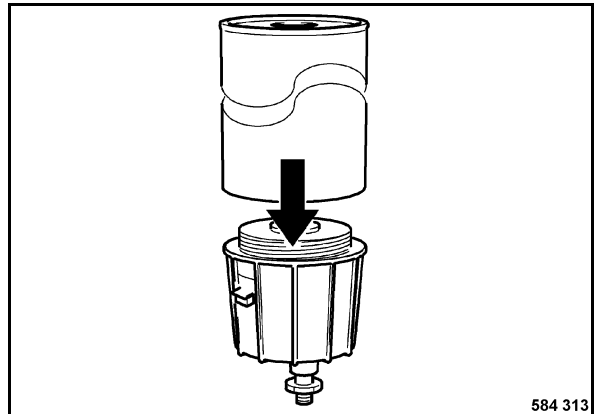

Fig. 131
- Desenroscar el separador de agua del cartucho filtrante (Fig. 131).